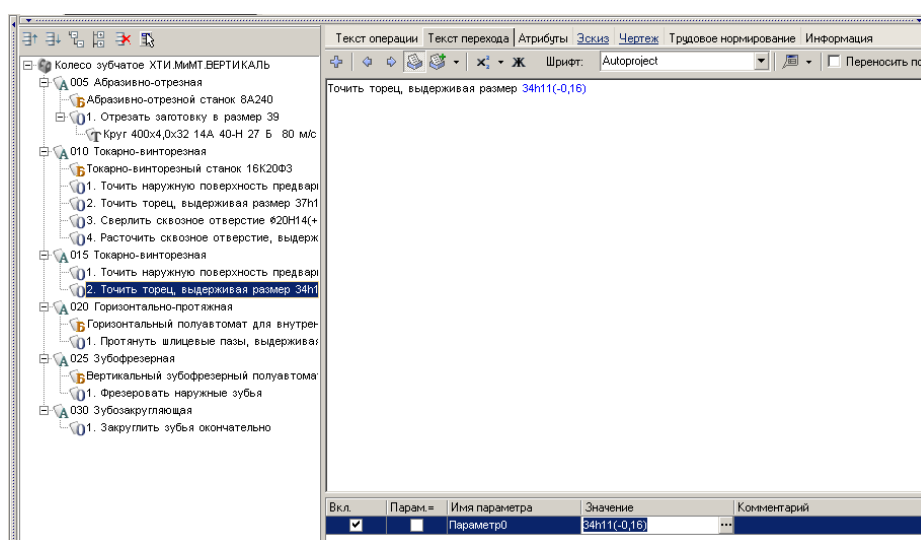

Рис.5
18. Установите курсор на переход 1 операции 015. Перейдите на вкладку **Текст перехода**. Установите курсор на значении параметра перехода (рис. 5), и нажмите кнопку выбора значения.